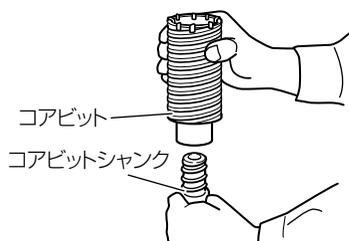

図 12
- (1) コアビットシャंकにコアビットを取付けます。(図 12)